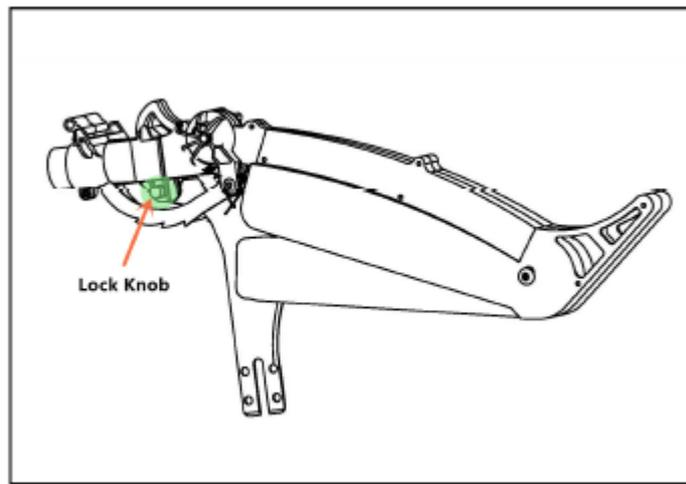

Рис.17
4. Наденьте защитный щиток пильного диска на расклинивающий нож, затяните фиксирующую ручку. Рис. 17